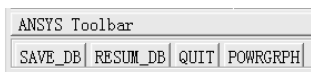

图 1-25 工具条
(9) 单击操作界面左上角工具条中的“SAVE_DB”按钮(见图 1-25)保存文件。如果看不到“SAVE_DB”, 可以先单击一下“ANSYS Toolbar”。